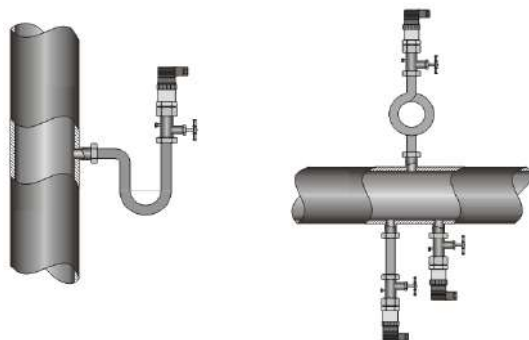

Рисунок 3. Монтаж датчика для измерения давления пара.
4.6. При измерении давления пара рекомендуется использовать импульсные трубки, предварительно заполненные водой (см. рис. 3.).